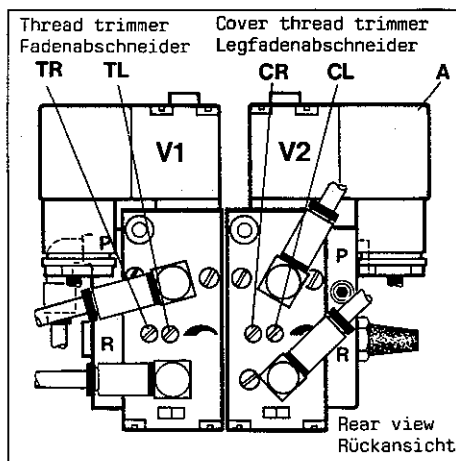
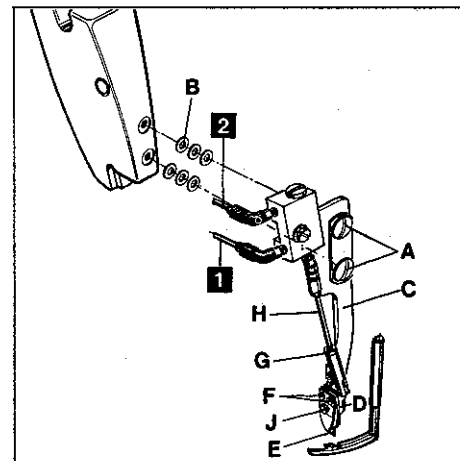

Fig.62
Fig.63
6.1 Keep power and air supply of cover thread trimmer disconnected by loosening the securing screw and pulling-out plug (A, Fig. 62) on valve (V2) and by disconnecting the PA-tubes (1 and 2, Fig. 63) on the air cylinder of the trimmer. Insert the ten prong plug of the thread trimmer drive on the motor. Switch-on the motor. Switch-on the air supply on toggle lever valve under the table board. Sew and cut the looper and the needle threads with fabric under the presser foot. The machine stops with needles in up position. Switch-off motor and air supply.
Hint: Also with the cover thread trimmer not yet assembled to the head cover, the needles can be set to up position as described. Assemble the cover thread trimmer with two screws (A, Fig. 63) and four or six washers (B) on the head cover (K) of the machine. Use the washers only in pairs and only so many that the holder (C) of the cover thread trimmer will not contact the head cover (K). Temporarily only snug screws (A) and make sure that the cover thread trimmer does not damage the spreader.
6.1 Trennen Sie den Legfadenabschneider von der Strom- und Luftzufuhr durch Lösen der Sicherungsschraube und herausziehen des Steckers (A, Fig. 62) am Ventil (V2) und durch Lösen der PA-Schläuche (1 und 2, Fig. 63) am Luftzylinder des Abschneiders. Stecken Sie den 10 poligen Stecker des Fadenabschneider-Antriebs am Motor ein. Schalten Sie den Motor ein. Schalten Sie die Luftzufuhr am Kipphebelventil unter der Nähtischplatte ein. Nähen Sie und schneiden Sie den Greifer- und die Nadelfäden im Stoff ab. Die Maschine näht mit den Nadeln in Hochstellung. Schalten Sie Motor und Luftzufuhr aus.
Hinweis: Auch wenn der Legfadenabschneider noch nicht am Kopfdeckel angebracht ist, können die Nadeln, wie beschrieben, in Hochstellung gebracht werden. Montieren Sie den Legfadenabschneider mit zwei Schrauben (A, Fig. 63) und vier oder sechs Scheiben (B) an den Kopfdeckel (K) der Maschine. Verwenden Sie die Unterlagscheiben nur paarweise und nur so viele, daß der Halter (C) des Legfadenabschneiders am Kopfdeckel (K) nicht anliegt. Ziehen Sie die Schrauben (A) vorerst nur leicht an und achten Sie darauf, daß der Legfadenabschneider den Leger nicht beschädigt.
6.2 Loosen the two screws (F, Fig. 63), fastening the trimmer to holder (C) and set it so that it clears the spreader with sewing thread size. Rotate the pulley manually several times when making this adjustment and check the clearance of the trimmer to spreader and needle holder. Retighten screws (F).
6.3 The tip of the movable thread catch knife (D, Fig. 63) should be flush with the fixed knife (E). For adjustment loosen nut (G) and turn connecting rod (H) accordingly. Use two open-end wrenches with 4 mm (5/32 in.) size of jaw for making this adjustment. Retighten nut (G).
6.4 The clamping pressure for the top cover thread and the cutting pressure of the knives can be adjusted with screw (J, Fig. 63) if required. Reconnect the cover thread trimmer to power and air supply.
6.2 lösen Sie die beiden Schrauben (F, Fig. 63) mit denen der Abscheider am Halter (C) befestigt ist und stellen Sie ihn so, daß er zur Legerspitze mit Nähgarnstärke freigeht. Drehen Sie bei dieser Einstellung die Handrad-Riemenscheibe mehrmals von Hand durch und überprüfen Sie die Freigängigkeit des Abschneiders zum Leger und zum Nadelkopf. Ziehen Sie die Schrauben (F) wieder an.
6.3 Die Spitze des beweglichen Fadenfänger-messers (D, Fig. 63) soll mit dem feststehenden Messer (E) bündig sein. Zur Einstellung lösen Sie die Mutter (G) und drehen die Schubstange (H) entsprechend. Verwenden Sie zur Einstellung zwei Gabelschlüssel mit 4 mm Schlüsselweite. Ziehen Sie die Mutter (G) wieder an.
6.4 Der Klemmdruck für den Oberlegfaden und der Schneiddruck der Messer kann, bei Bedarf, mit der Schraube (J, Fig. 63) eingestellt werden. Schließen Sie den Legfadenabscheider wieder an der Strom- und Luftzufuhr an.
The speed for the movement of the thread trimmer mechanism to the left for cutting is regulated with screw (TL, Fig. 62) and the speed for the movement to the right in home position is regulated with screw (TR) on valve (V1).
The speed for the movement to open the movable thread catch knife on the cover thread trimmer is regulated with screw (CL, Fig. 62) and the movement for clamping and cutting the thread is regulated with screw (CR) on valve (V2).
Die Geschwindigkeit für die Bewegung des Fadenabschneidermechanismus nach links zum Schneiden wird mit der Schraube (TL, Fig. 62) und für die Bewegung nach rechts in die Ruhestellung mit der Schraube (TR) am Ventil (V1) reguliert.
Die Geschwindigkeit für die Bewegung zum Öffnen des beweglichen Fadenfängermessers am Legfadenabschneider wird mit der Schraube (CL, Fig. 62) und die Bewegung zum Klemmen und Abschneiden des Fadens mit der Schraube (CR) am Ventil (V2) reguliert.